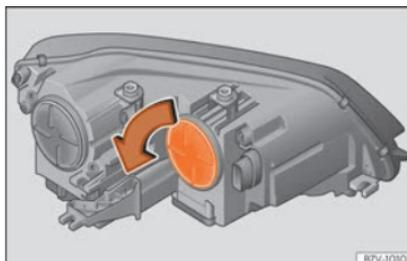

Fig. 109 No compartimento do motor: cobertura do indicador de mudança de direção.
2. Girar a cobertura »»» Fig. 109 no sentido da seta e retirá-la.
7. Girar a cobertura »»» Fig. 109 até ao limite no sentido contrário ao da seta.